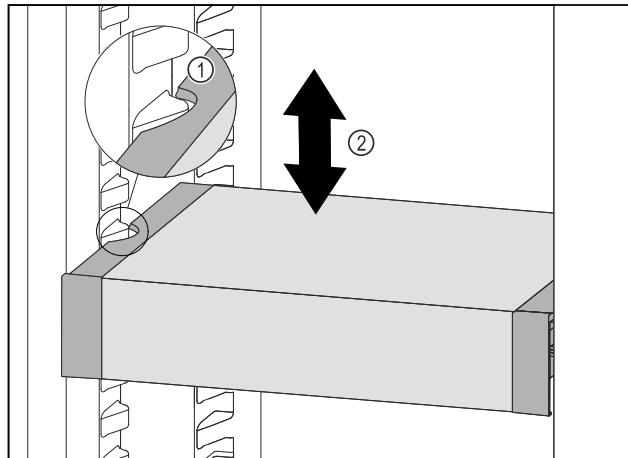

Fig. 58
- Trageți în față VarioSafe, până când degajările laterale ale VarioSafe se află la înălțimea nervurii recipientului din frigider. Fig. 58 (1)